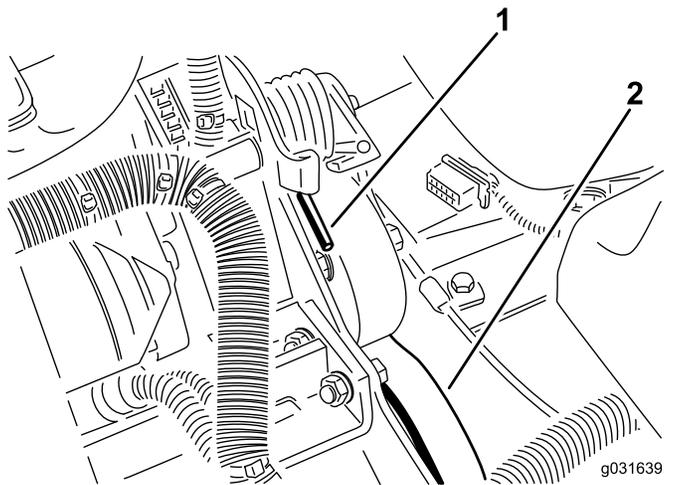

图 61
2. 向下向前按弹簧的端部将其从支架上脱开释放弹簧上的张紧力图 61。